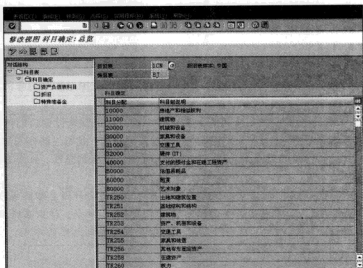

图 10-44 科目分配清单
STEP 2 选择“科目表”后,在左栏中单击“科目确定”选项,右栏中将显示该“科目表”下具体科目分配信息,如图 10-44 所示。